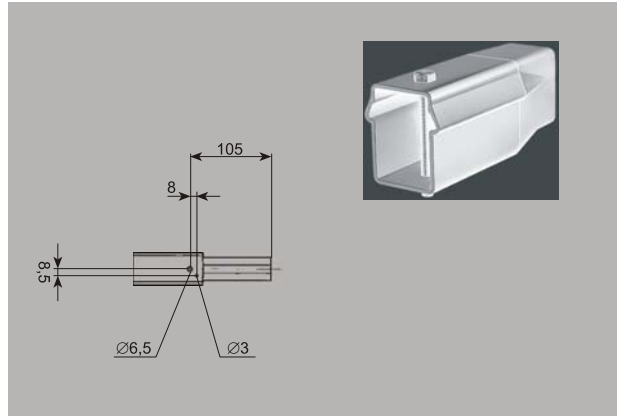

Рисунок 8: Концевая заглушка
- Сверлом  $\varnothing 6,5$  просверлить отверстие снизу в контактом рельсе согласно рис. 8.
- Сверлом  $\varnothing 3$  просверлить отверстие сверху в контактом рельсе согласно рис. 8.